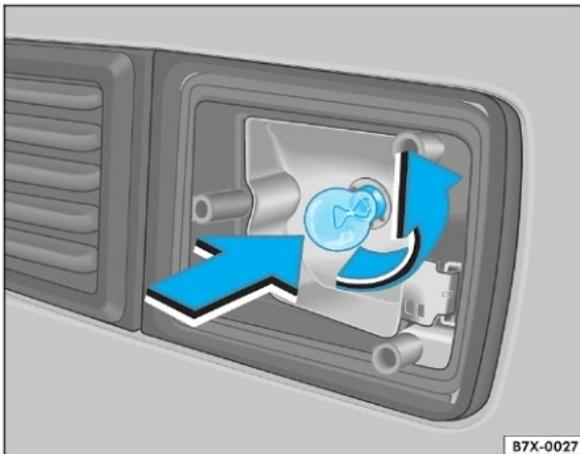

Fig. 87 Substituição da lâmpada do indicador de direção
- Pressione a lâmpada queimada e, ao mesmo tempo, gire-a no sentido anti-horário -seta-para removê-la ⇒ fig. 87.